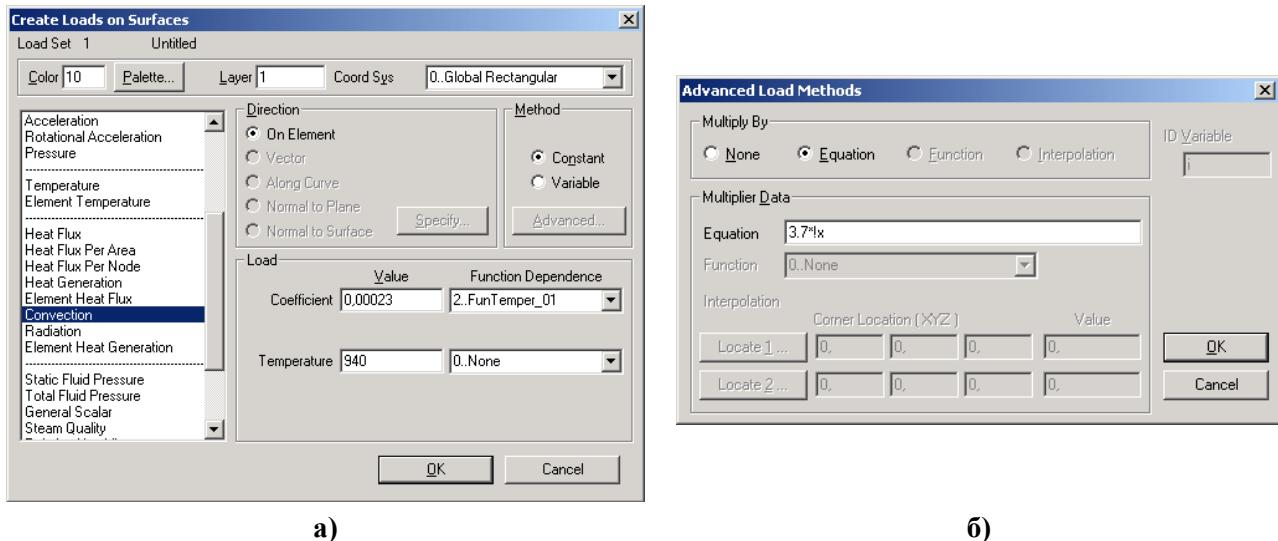

Рис.4.3. Діалогові панелі для введення: а) – граничних умов; б) – рівняння
Значення ГУ вводяться на діалогових панелях з характерним початком назви „**Create Loads ...**” (див. рис.4.3-а). Для всіх варіантів об'єктів можна змінювати колір зображення ГУ,
Увага: у випадку появи напису „On Element” (як це зображенено на рис.4.3-а), якщо ГУ задаються на поверхні СЕ типу SOLID та AXISYMMETRIC, FEMAP у процесі підготовки до розв'язування задачі *самостійно* створює на вузлах, що існують та лежать на вказаній поверхні, додаткові неконструктивні СЕ типу „CHBDYi”, через які й прикладає призначенні ГУ і які потім відображаються як „PLOT PLANAR”. Якщо їх видалити, то відображення результатів розрахунків на цих поверхнях порушиться.
Якщо у секції „Method” обрати „Variable”, то стає активною кнопка „Advances...” (подовження). Вона викликає діалогову панель „Advanced Load Methods” (див. рис.4.3-б), на якій доступні один ... чотири варіанти: „None” (немає), „Equation” (рівняння), „Function” (функція) або „Interpolation” (інтерполяція). Параметрами рівнянь можуть бути лише координати X, Y та Z. Рівняння вводиться за правилами алгебри, тільки перед аргументом ставиться окличний знак: !x. Функція обирається зі списку. Її аргументом може бути довжина кривої (11..vs. Curve Length), параметр кривої (12..vs. Curve Param) тощо, тобто геометричні характеристики. Інтерполяція – тільки лінійна, вздовж прямої, заданої двома точками або вузлами (для обрання вузлів/точок, що існують, є кнопки „Locate 1” та „Locate 2”).
• іноді у процесі перетворення або при запуску процесу розв'язування задачі (при створенні файлу задачі з розширенням імені *.dat) з'являється повідомлення, що перетворення якогось ГУ неможливе. Це буває тоді, коли для цього тіла на цій СЕС вже розв'язувалася інша задача (наприклад, задача тепlopровідності). Тоді, після завданні ГУ на *поверхні* (див. Розділ 4.1.3), коли з'являється напис „**On Element**” (див. рис.4.3-а), FEMAP у процесі підготовки до розв'язування задачі *самостійно* створив на вузлах, що існують та лежать на вказаних поверхнях, додаткові неконструктивні СЕ типу „**CHBDYi**”, до яких і прикладав призначенні ГУ. Отже, після цього СЕС містить такі СЕ (ідентифікуються як „**PLOT PLANAR**”), і саме вони можуть перешкоджати проведенню перетворень у майбутніх призначеннях (це, мабуть, помилка у коді FEMAP). Щоб ліквідувати цю проблему, потрібно видалити усі (або тільки у проблемному місці) неконструктивні СЕ типу „**PLOT PLANAR**”. Для *часткового* видалення – дати команду **Delete→Model→Element...**, знайти СЕ типу „**PLOT PLANAR**”, які потрібно видаляти, на СЕС моделі тіла. Для *повного* видалення – дати команду **Delete→Model→Element...**, ініціювати кнопку „**Method^**”, призначити метод „**Type**”, знайти один СЕ типу „**PLOT PLANAR**” на СЕС моделі тіла або знайти цей тип у списку „**Type**” на панелі (він позначений як **32..L Plot Planar**, тобто має номер типу 32). Коли СЕ обрані – дати команду „**OK**”;